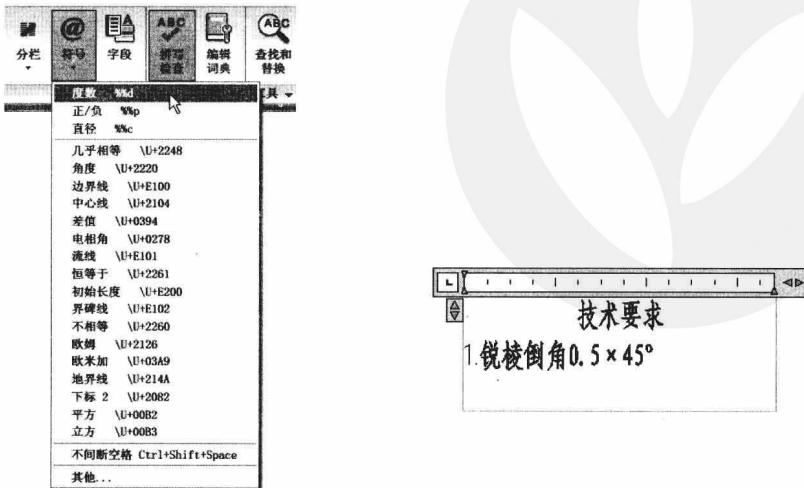

图 5-2-16
(1) 单击“常用”选项卡，在“注释”面板中单击“多行文字”按钮 ，单击两点确定文本输入框的尺寸。
(2) 在“设置格式”面板中选择“仿宋”字体，文本输入框中输入文字，单击“符号”按钮 ，弹出常用符号列表及其控制代码或 Unicode 字符串，选择“度数”，该符号即可添加在文本框中，如图 5-2-16 所示。